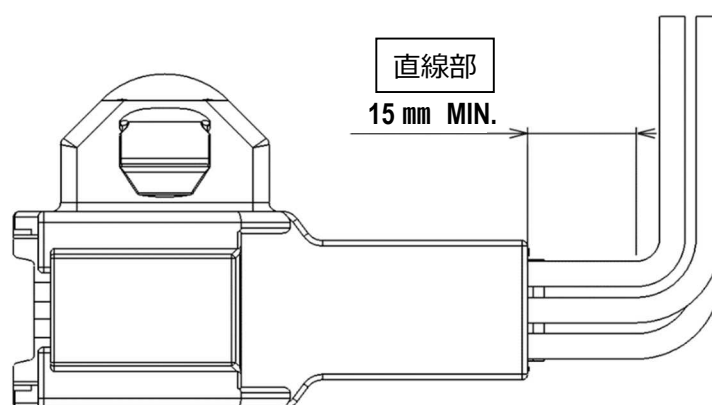

図 42. ハーネス引き出し方法
- ① 電線を横に引き出す場合は、ハウジングコアホールの中で端子が傾いたり、端子と側壁に過度な力が掛からない様に、図 42 に示すように直線部(最低 15mm)を設けて下さい。
- ② 直線部を設け、任意の R で電線を曲げて横方向に引き出してください。